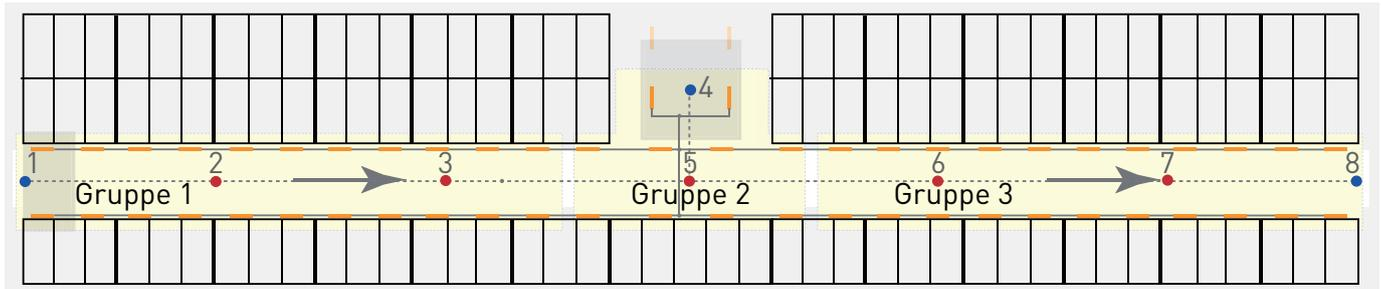

Figure 15:
In den **Bereichen vom Typ 3 und 4** sind jeweils mehr als 64 DALI-Teilnehmer vorhanden, die auf jeweils zwei Ausgänge eines Gateways aufgeteilt werden (siehe Abbildung 15).
- Für die zwei Fahrwege vom **Typ 4** werden die Leuchten in drei Gruppen aufgeteilt (siehe Abbildung 15).